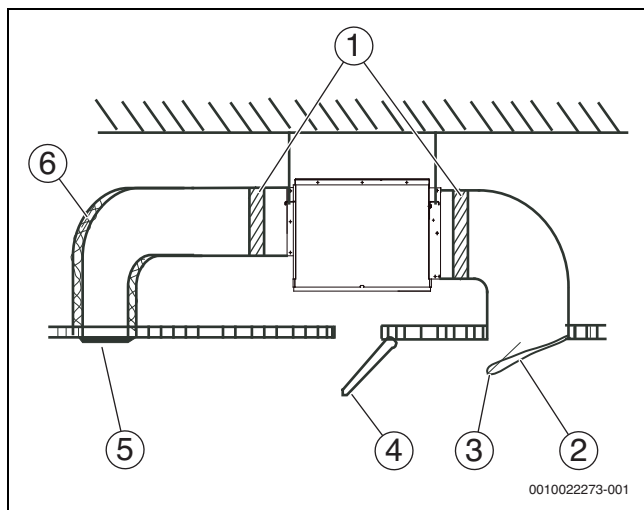
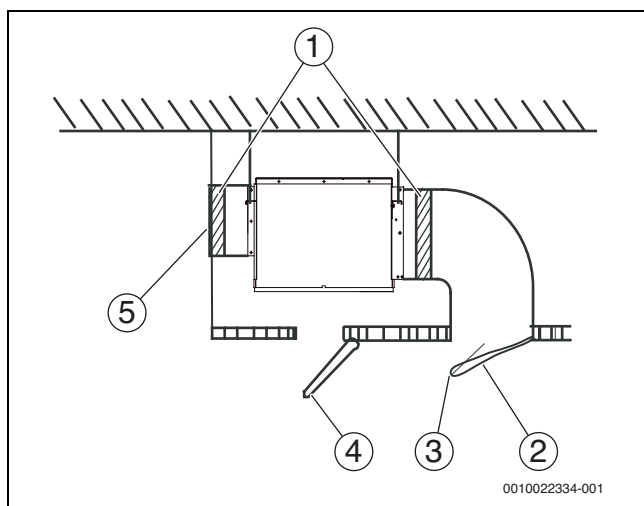

Fig. 237 Gainable avec exigences de pression statique
Fig. 238 Gainable sans exigences de pression statique.
6. Raccorder le conduit d'air comme indiqué sur la fig. 237 ou 238. Préparation sur le site requise pour tous les composants à l'exception du climatiseur.
Légende fig. 237 et fig. 238: